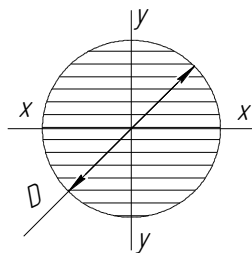

Рис. 1
23. Как определяется полярный момент инерции представленной на рис. 1 фигуры [простой выбор]: